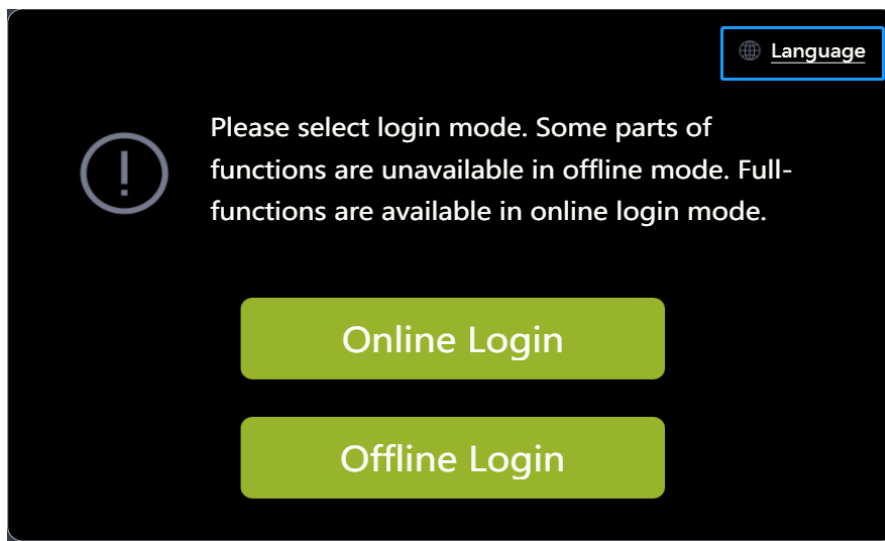
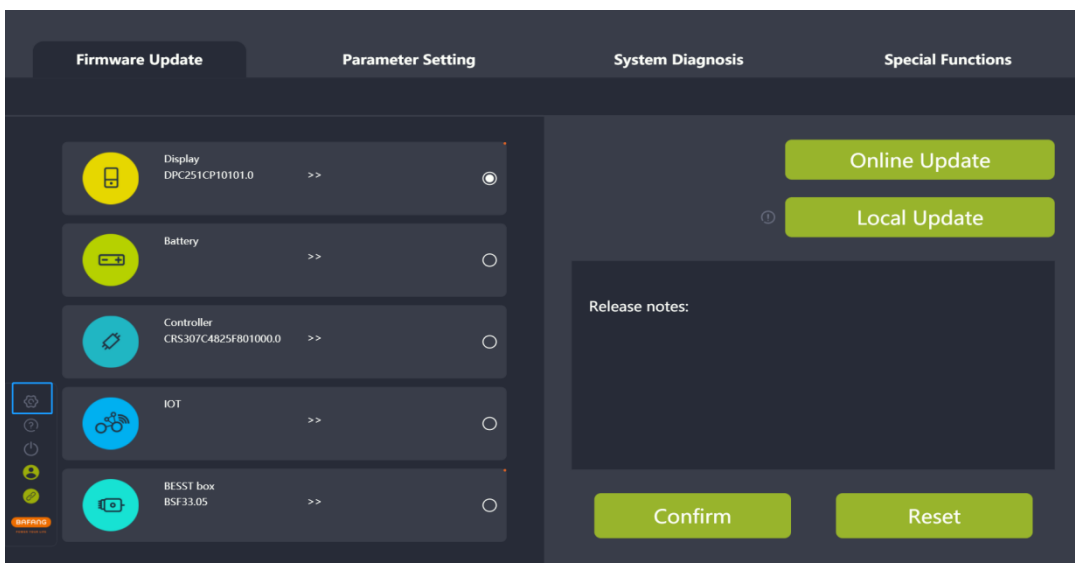

图 8-1 语言
图 8-2 语言
- (1) 可在初始登录弹窗右上角设置“语言”（如图 8-1），也可在登录后的界面左侧选择“设置”图标（如图 8-2）；
- (2) 在语言下拉列表选择需要的语言；
- (3) 点击“确认”；
- (4) 重启软件，重启后所选语言生效。